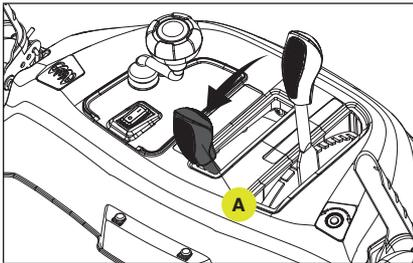

Figure 45
2. Ramenez le levier du déflecteur de la goulotte (A) vers l'arrière pour passer le déflecteur à la position la plus haute, presque verticale. (Fig. 45)